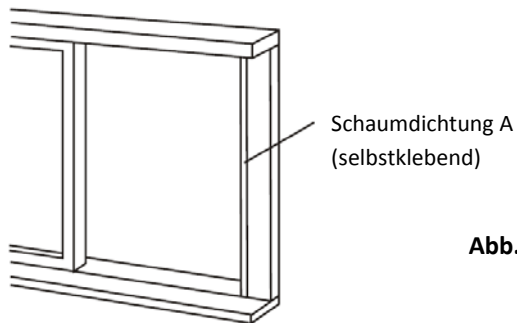

Abb. 12
1. Schneiden Sie die Dichtung A (selbstklebend) auf die passende Länge zu und kleben Sie sie auf den Fensterrahmen. Siehe Abb. 12